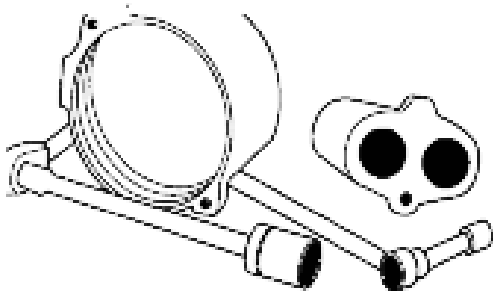

Figura 18: Retire la boquilla
6. La boquilla en los modelos de 1/2 HP se puede quitar de la carcasa de la bomba con cualquier llave de tubo estándar de 1-1/4" con una extensión (Figura 18). En los modelos de 3/4 y 1 HP, la boquilla es parte de la carcasa de la bomba. Cuando reemplace la boquilla y el venturi, asegúrese de que estén apretados contra el hombro. Tenga cuidado de no cruzar la rosca. Si la boquilla no está completamente conectada a la carcasa, el flujo se bloqueará por la entrada del venturi.